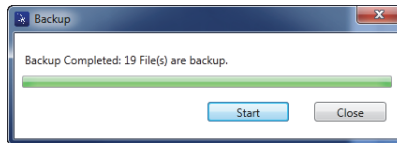

Figura 7-27 Caixa de diálogo backup (Close)
5. Quando o processo de backup estiver concluído, clique em **Close** (veja Figura 7-27 na página 215).